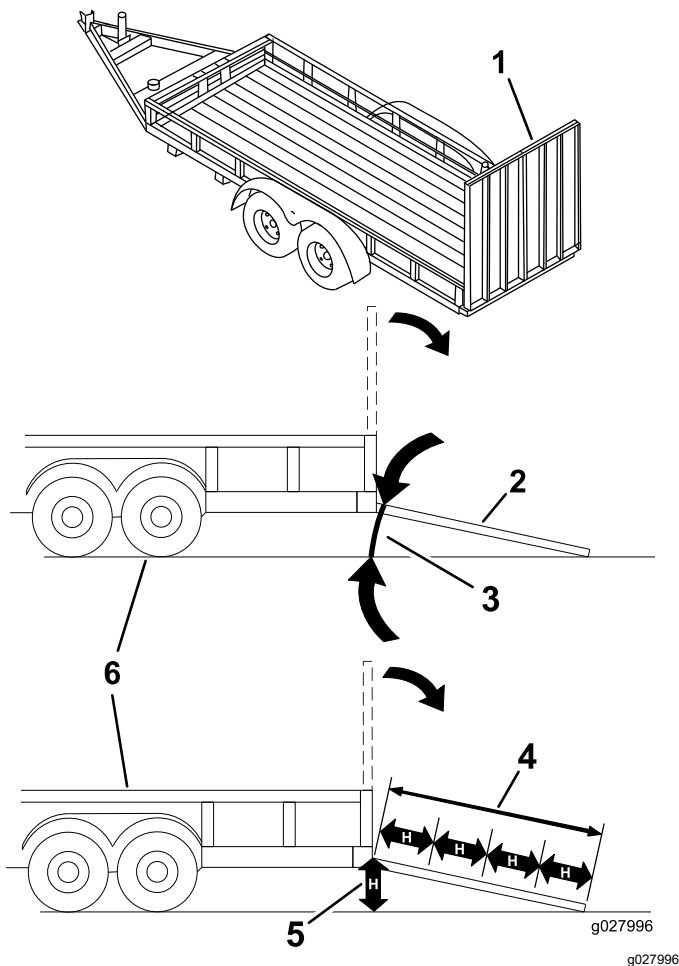

Figura 31
Încărcarea unei mainii pe o remorcă sau un camion crește riscul de răsturnare i poate cauza răni grave sau moartea (Figura 31).
3. Coborâi rampa, asigurându-vă că unghiul dintre rampă și sol nu depășește 15 grade (Figura 31).
1. Coborâi rampa, asigurându-vă că unghiul dintre rampă și sol nu depășește 15 grade (Figura 31).